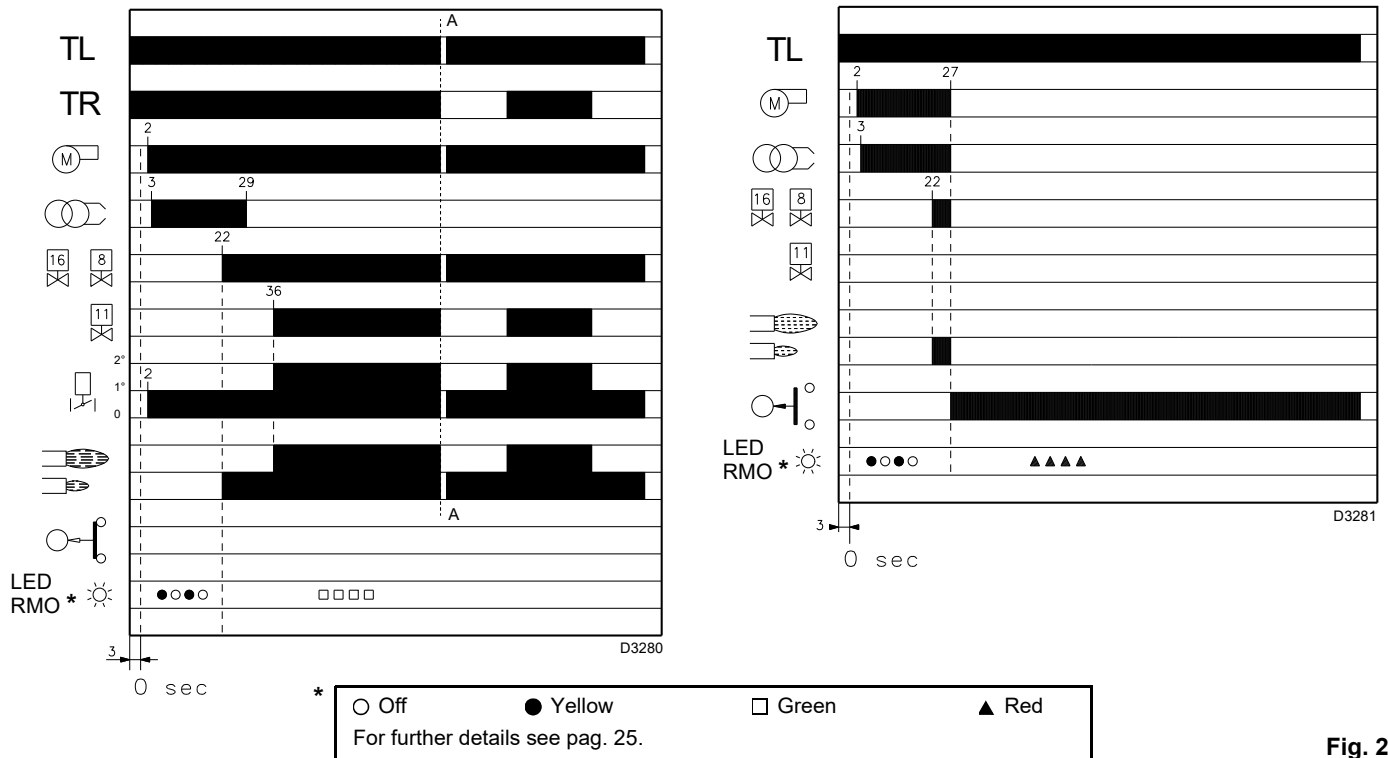
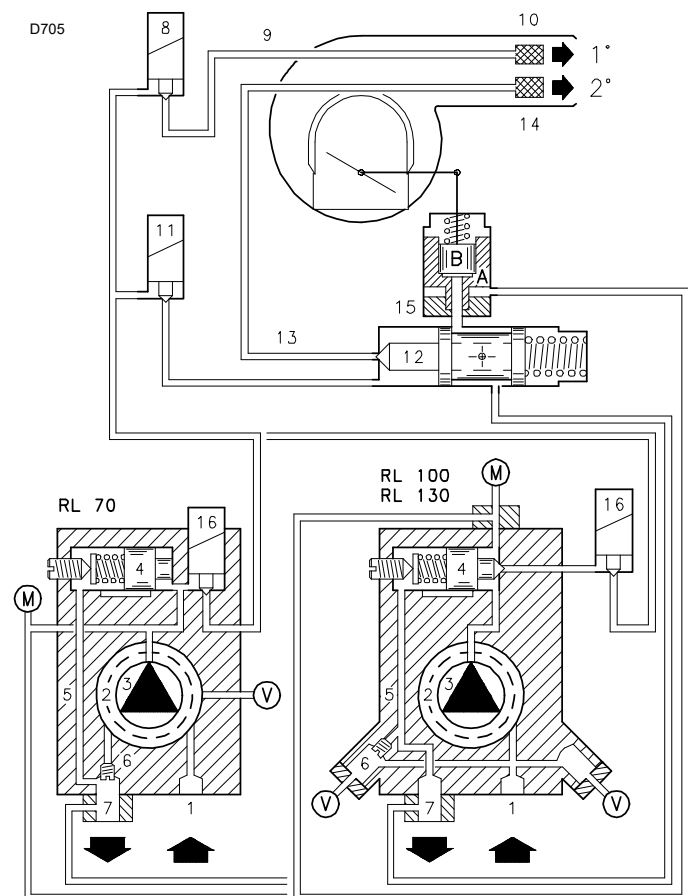

Fig. 23
Fig. 24
8.2.1 Burner starting (Fig. 23) - (Fig. 24)